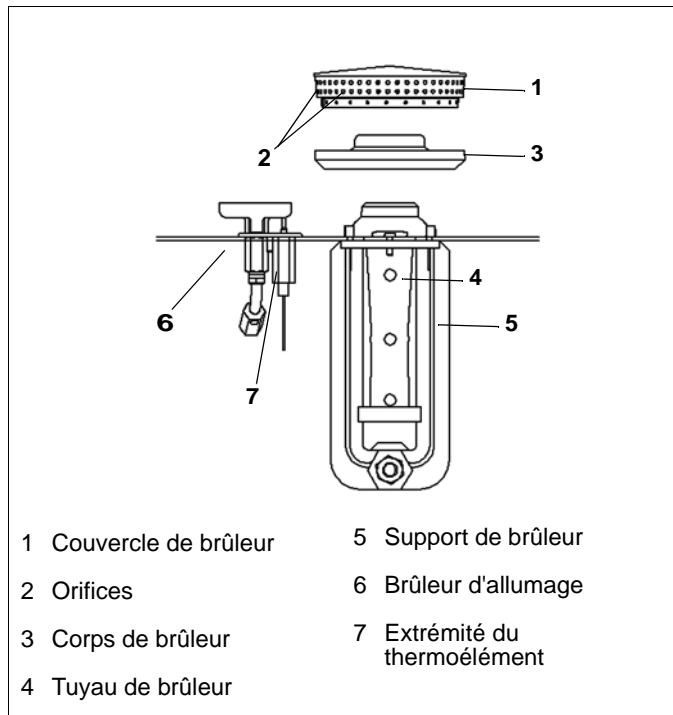

Fig. 11 Brûleurs
- ⇒ Soulevez le couvercle de brûleur (1 / Fig. 11) et le corps de dispositif d'allumage (3 / Fig. 11).
- ⇒ Nettoyez soigneusement les orifices obturés (2 / Fig. 11) au niveau du chapeau du brûleur et de la fente (1 / Fig. 11) et les orifices de la brûleur d'allumage (7 / Fig. 11), soufflez éventuellement à travers.
- ⇒ Pour le nettoyage du thermoélément (7 / Fig. 11), n'utilisez en aucun cas de papier émeri. Le capteur ne doit présenter aucune fêlure.
- ⇒ Au cours de ces opérations, veillez à ce qu'aucune salissure ne pénètre dans les conduites de gaz (Tuyau de brûleur (4 / Fig. 11)) et ouvertures du dispositif d'allumage), recouvrez-les au besoin.
- Le couvercle de brûleur (1 / Fig. 11) doit se trouver également et s'engager dans le corps de brûleur qui doit s'engager dans le tube de brûleur.